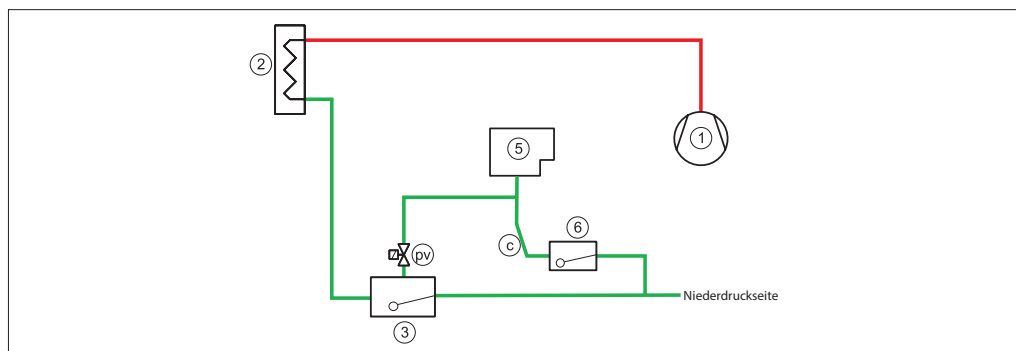

Abb. 8 Entlüfteranschlüsse (pv). Die Ablaufleitungen (c) müssen vertikal/mit Abwärtsgefälle verlegt sein.
Bei Systemen mit hochdruckseitiger Flüssigkeitsstandsregelung sammelt sich die Luft im Schwimmerventil (3). (Siehe Abb. 8).